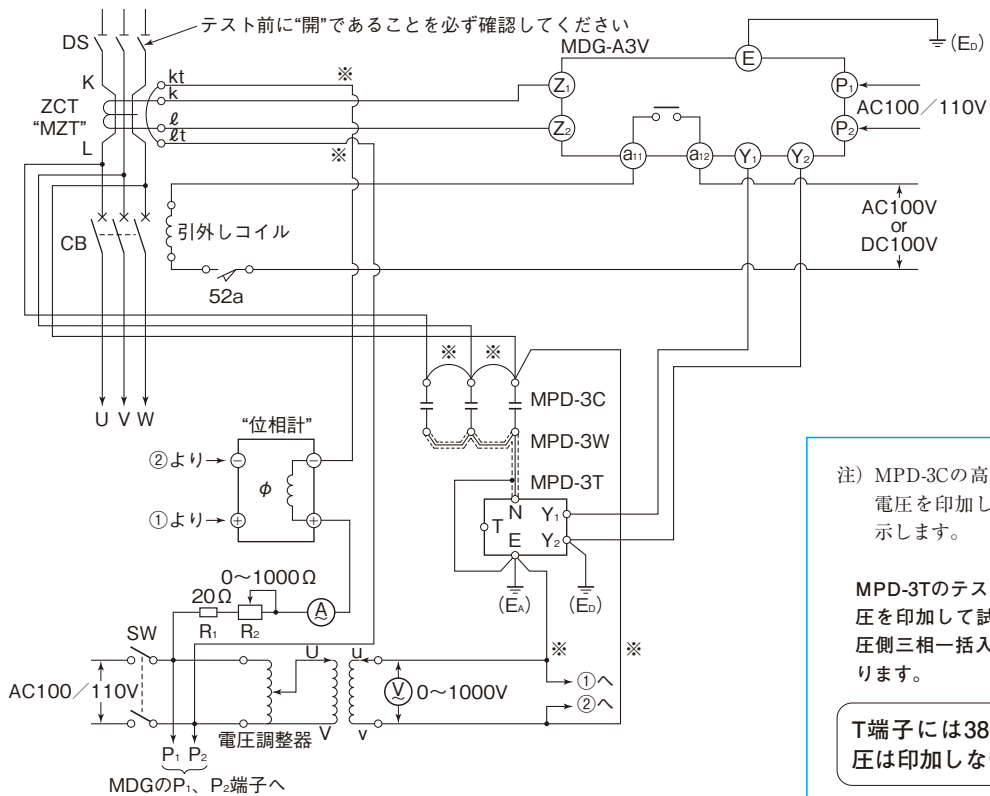
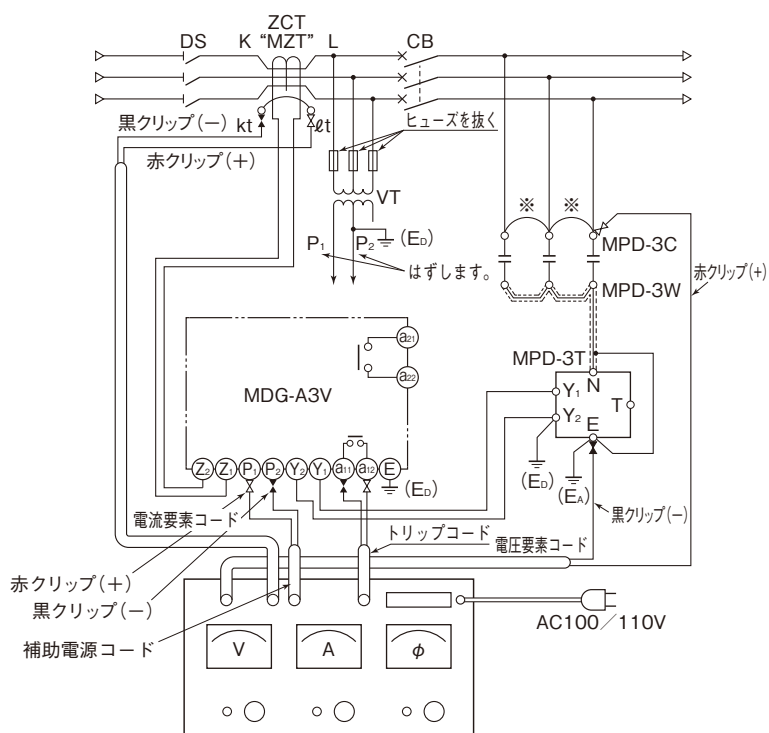

図 2-6 各機器の組合せによる試験方法
図 2-7 継電器試験器による試験方法
- ①現地試験においては、配線の確認すなわち方向性の確認をするもので、零相電圧検出器の1次側（高圧側）より電圧を印加しますが、その方法としては図2-6の各機器を組合せて試験回路を構成する場合と、図2-7の市販の継電器試験器による場合の2方法があります。
- ②本試験を行う場合、主回路は必ず停電していることを確認の上実施してください。
- ③定格制御電圧を入力すると、RUN表示LED（緑色）が点灯します。これは、電子回路が正常に動作していることを示します。
- ④定格制御電圧印加状態で表示選択スイッチを「強制動作」に合わせ、整定をLOCK以外にし、テストボタンを2秒以上押し、接点が強制動作することを確認してください。（尚、強制動作時、動作表示器の変化 [黒色→橙色] はありません。）